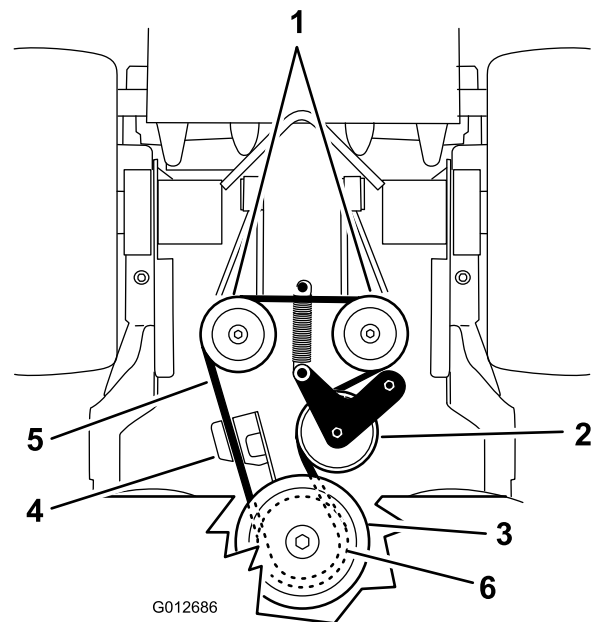

Figure 66
- Décrochez le ressort de tension du bâti (Figure 66).
- Accrochez le ressort de la poulie de tension au cadre (Figure 66).